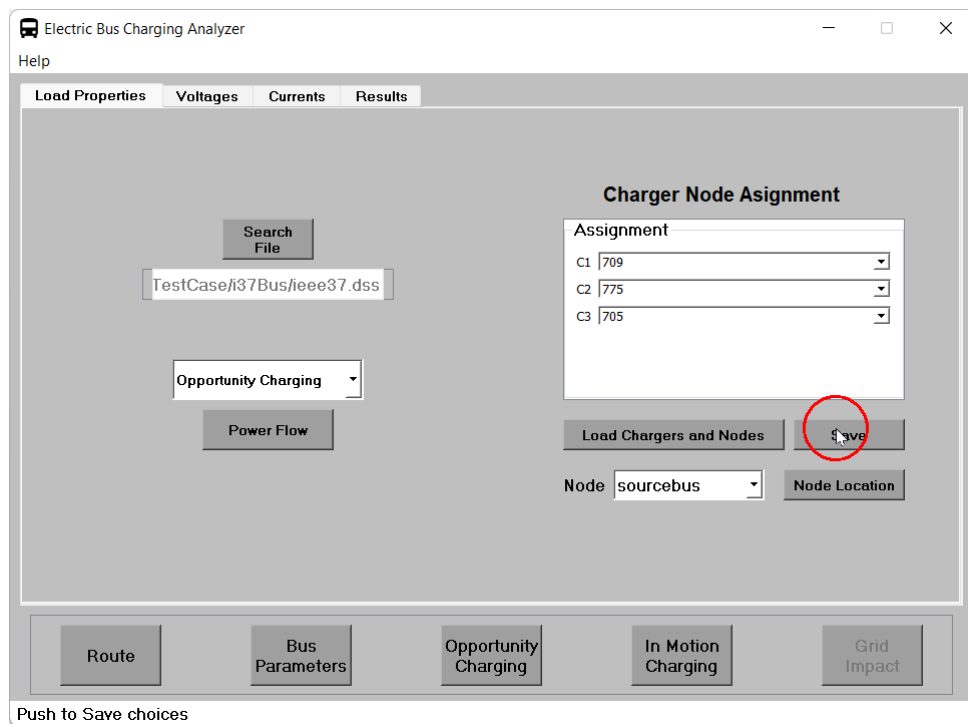

Figura 52: Guardar asignación.
5. Ahora, se presiona el botón **Save** como se muestra en la figura 52 para guardar la asignación de los nodos de los cargadores.